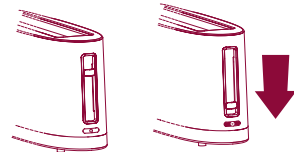

Fig. 5
- 3 Druk de hefhandel omlaag om het apparaat in te schakelen: de CANCEL toets gaat branden (fig. 5). Als de hendel niet neergedrukt blijft, controleer dan of de stekker in het stopcontact zit.